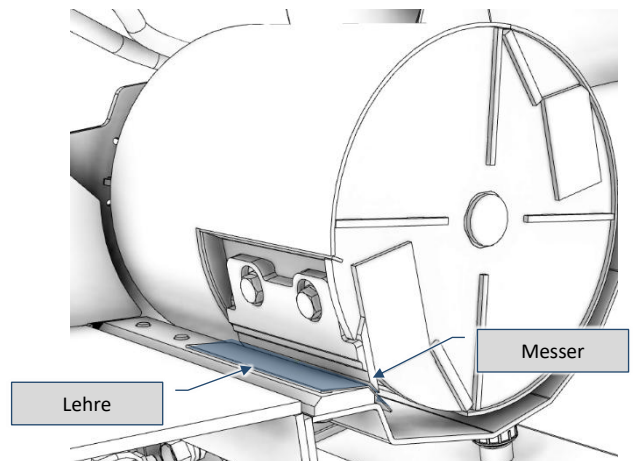
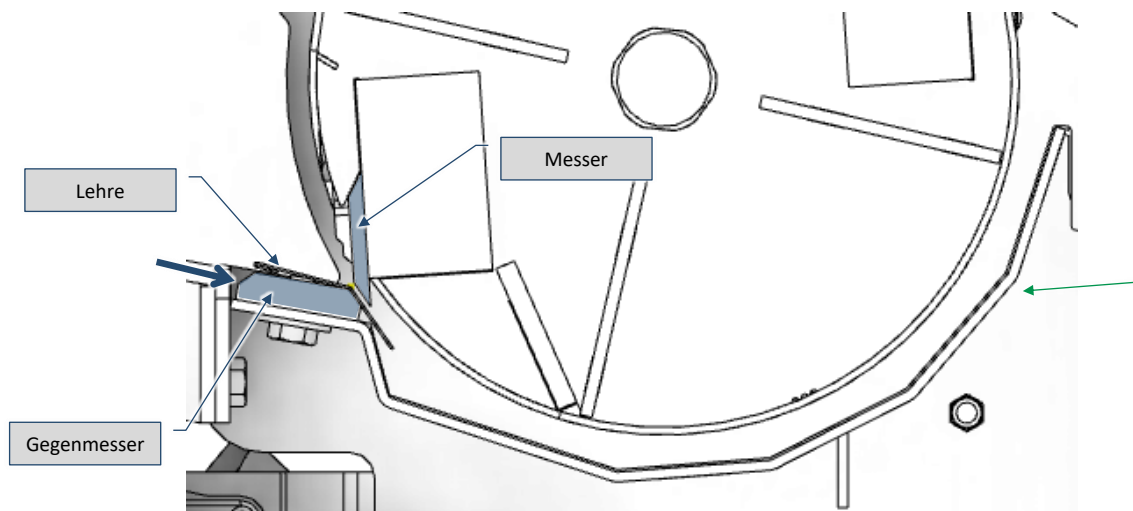

Abb. 9-35 – Position der Lehre (Schnittansicht)
Abb. 9-36 – Einstellung des Gegenmessers (Schnittansicht)
- 11) Bewegen Sie die Gegenklinge zur Klinge hin, sodass die Lehre sowohl die Klinge als auch die Gegenklinge leicht berührt (Fig. 9-35 und Fig. 9-36);